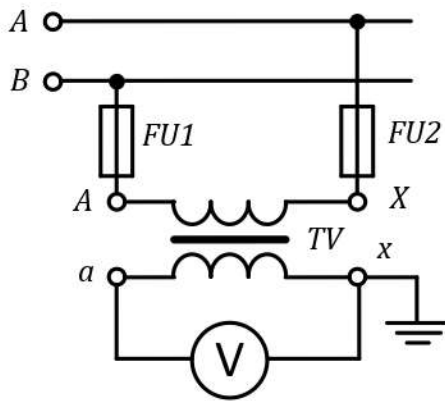

Рисунок 1 –
3.2 Зібрати схему електричну принципову експериментальної установки для дослідження роботи вимірювальних трансформаторів струму та напруги – рисунок 1.